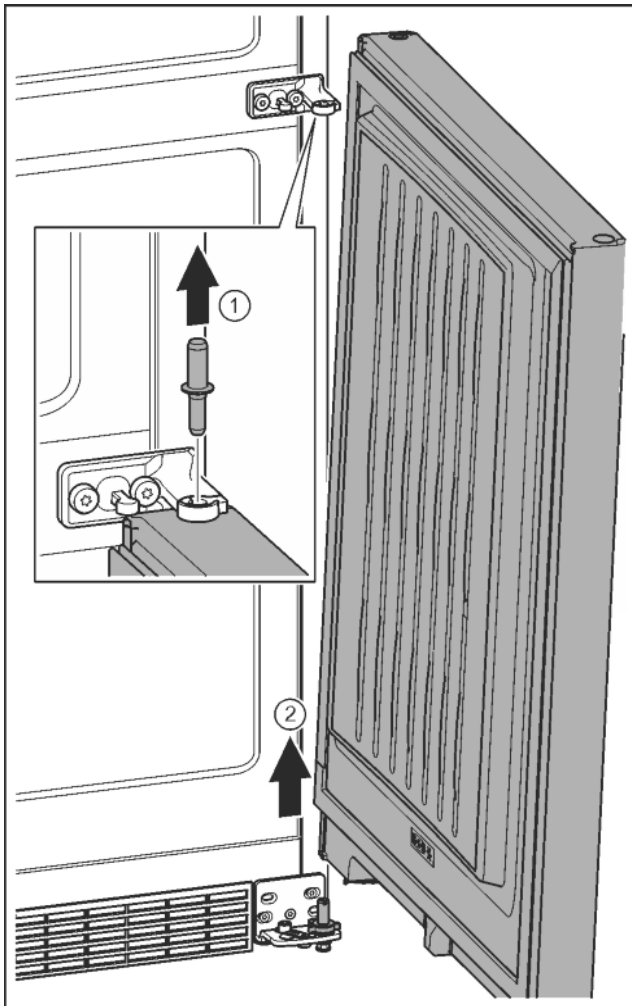

Fig. 11
- ▶ Felfelé húzza ki a csapszeget. Fig. 11 (1)
- ▶ Az ajtót fordítsa ki, húzza fel, és tegye félre. Fig. 11 (2)